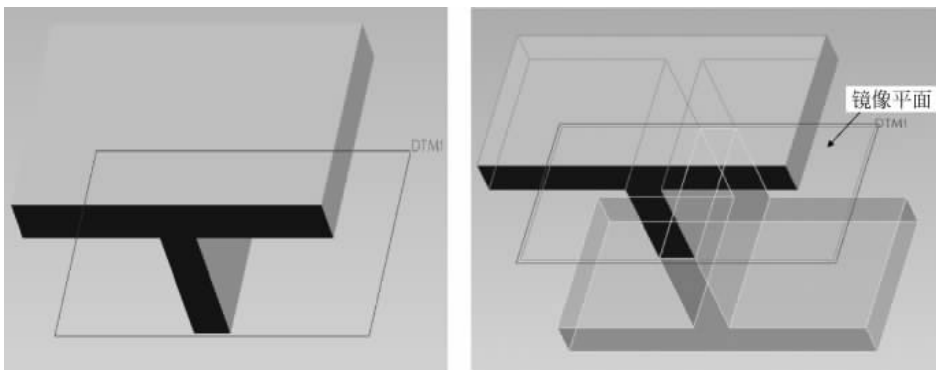

图 3.1 镜像所有特征
(1) 镜像所有特征。此方法可复制特征并创建包含模型所有特征几何的合并特征。要使用此方法,用户必须在模型树中选取所有特征和零件节点,如图 3.1 所示。